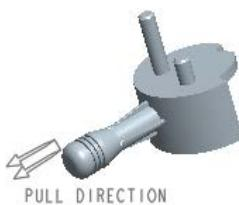
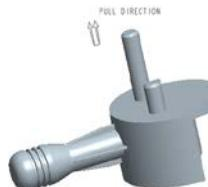

图 10.3 调整模具坐标系前
图 10.4 调整模具坐标系后
Step4. 在“布局”对话框的 **布局** 区域中单击 **单一** 单选项, 在“布局”对话框中单击 **预览** 按钮, 结果如图 10.3 所示。
(1) 在“布局”对话框中的 **参考模型起点与定向** 区域中单击  按钮, 系统弹出“获得坐标系类型”菜单。
(2) 定义坐标系类型。在“获得坐标系类型”菜单中选择 **Dynamic (动态)** 命令, 系统弹出“参考模型方向”对话框。
(3) 旋转坐标系。在轴的区域中单击  按钮, 在“参考模型方向”对话框的 **角度:** 文本框中输入数值 90。
(4) 在“参考模型方向”对话框中单击 **确定** 按钮; 在“布局”对话框中单击 **确定** 按钮; 系统弹出“警告”对话框, 单击 **确定** 按钮。在 **CAV LAYOUT (型腔布置)** 菜单中单击 **Done/Return (完成/返回)** 命令, 完成坐标系的调整。结果如图 10.4 所示。